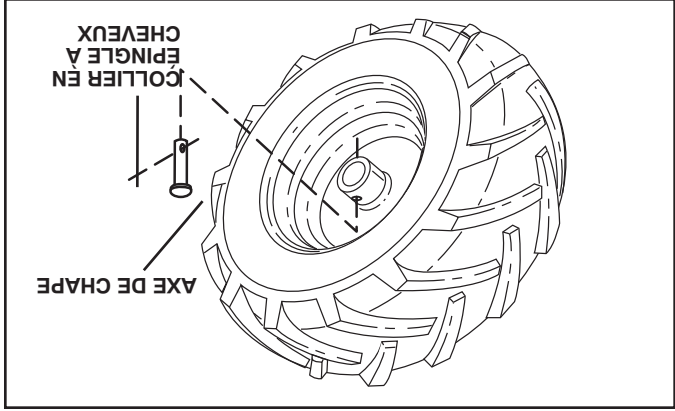

Fig. 21
- POUR ENLEVER LA ROUE (Voir la Fig. 21)**